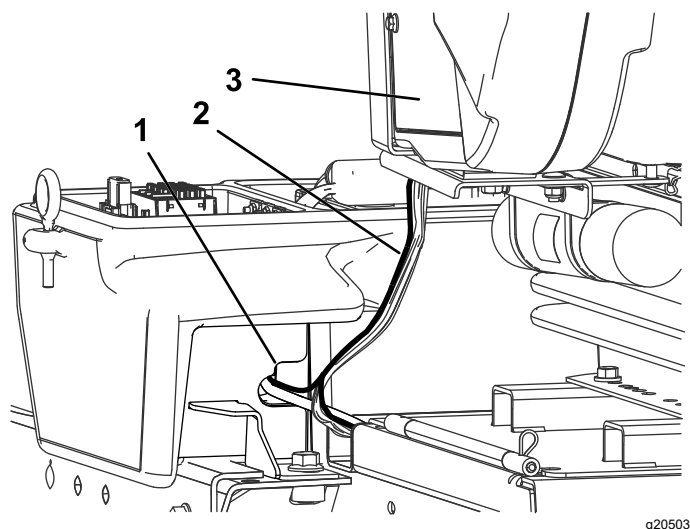

Figura 23
3. Disponete la spina terminale e il raccordo a occhiello nella scatola degli attrezzi destra (Figura 23).